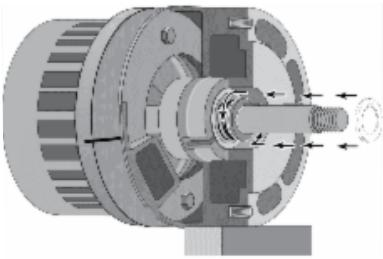

Figura 23
6. Empuje la junta del eje y el resorte de la junta en el eje, después de asegurarse de que las caras de la junta y el eje estén limpios. Tenga cuidado de que el eje no dañe la cara de carbón de la junta. Siga el resorte de la junta con el soporte del resorte; comprima el resorte y dé un cuarto de vuelta al soporte del resorte para tratarlo debajo de la primera chaveta del eje (ver Figura 23).